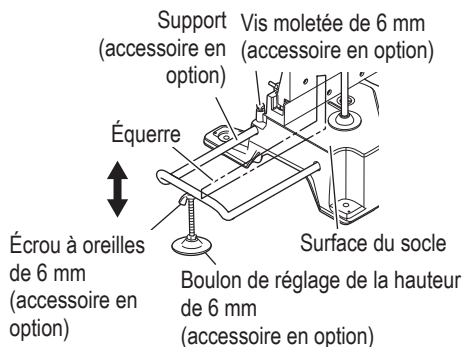

Fig. 15
- (1) Comme indiqué sur la Fig. 15, utiliser une équerre en acier pour aligner le bord supérieur des supports avec la surface du socle.
- (2) Après le réglage, serrer fermement l'écrou à oreilles et fixer le support avec la vis papillon de 6 mm (accessoire en option). Si la longueur du boulon de réglage de la hauteur de 6 mm est insuffisante, placer une plaque mince en dessous. S'assurer que l'extrémité du boulon de réglage de la hauteur de 6 mm ne dépasse pas du support. (Fig. 15)